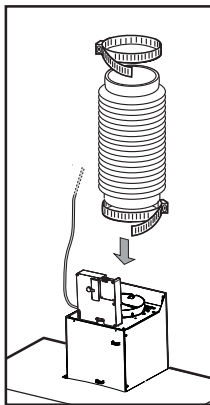

Bild 12a
- Einen Schlauch verbinden (Schlauch und Streifbaender fuer die Befestigung die nicht mitgeliefert sind, sonder man muss sie selber kaufen) fuer das Entladen der Rauchen an den Verbindungsring der auf der Abzugsmotoreinheit positioniert ist . Das andere Ende des Schlauchs muss an eine Rauchauswerfvorrichtung verbunden werden in Richtung nach aussen wenn man die Dunstabzugshaube in Abzug Version benutzt. **Bild 12a-b**